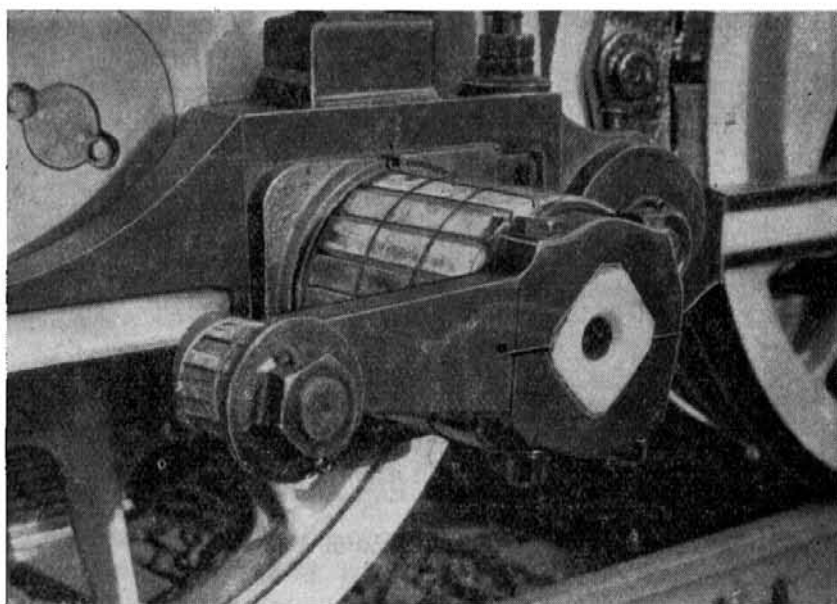

Bild 116. Holzlage auf dem Treibzapfen zur Vermeidung der Verschiebung des Kuppellagers und zum Schutz des Treibzapfens
- Werden an einer Lokomotive, bei der das Hauptkuppellager und das hintere Treibstangenlager auf einem Zapfen **ohne** Bund sitzen, die Kuppelstangen oder die Treibstange abgebaut, dann muß zur Vermeidung seitlicher Verschiebungen das alte Lager oder als Ersatz eine Lage Holz um den freien Zapfen gelegt werden (Bild 116).